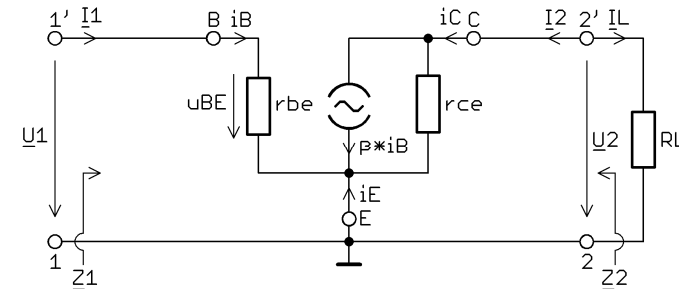

Abb.3.3: Kleinsignal-Ersatzschaltbild (KS-ESB) – zu modifizieren
- Abb. 3.3: Vervollständigen und modifizieren Sie ggf. das KS-ESB. / 3